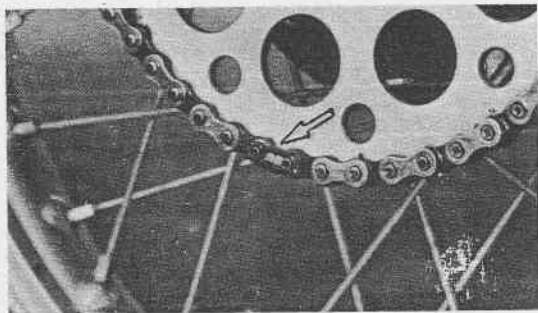

Fig. 25 - Giunto catena
- Mediante una pinza rimuovere il giunto catena e sfilarla (Fig. 25).